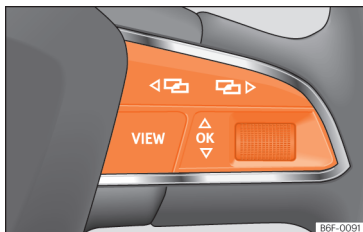

Abb. 126 Rechte Seite des Multifunktionslenkrads: Bedienelemente für die Menüs und Informationsanzeigen im Kombi-Instrument.
Solange eine Warnung der Priorität 1 vorliegt, »» Seite 116, kann auf kein Menü zugegriffen werden. Einige Warnmeldungen können bestätigt und ausgeblendet werden über die Taste **OK** am Multifunktionslenkrad »» **Abb. 126**.
- Falls eine Meldung oder das Fahrzeug-Piktogramm angezeigt wird, drücken Sie die Taste **OK** »» **Abb. 126**; ggf. mehrere Male.
- Zum Menüwechsel verwenden Sie die Tasten **◀** oder **▶** »» **Abb. 126**.
- Um das Menü oder die Informationsanzeige aufzurufen, die angezeigt wird, drücken Sie die Taste **OK** »» **Abb. 126** oder warten Sie einige Sekunden lang bis das Menü oder die Informationsanzeige automatisch geöffnet werden.
- Im angezeigten Menü, drehen Sie das rechte Rädchen am Multifunktionslenkrad »» **Abb. 126** bis der gewünschte Menüpunkt markiert ist. Der Menüpunkt wird umrahmt dargestellt.
- Drücken Sie die Taste **OK** »» **Abb. 126**, um die gewünschten Änderungen vorzunehmen. Eine Markierung zeigt an, dass die entsprechende Funktion bzw. das System aktiviert sind.
Drücken Sie die Taste **◀** oder **▶** »» **Abb. 126**.